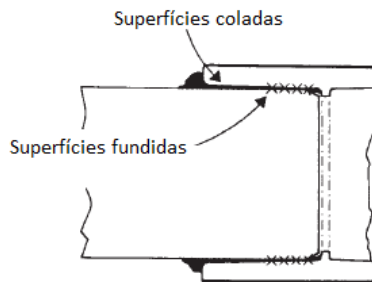

Figura 4 - Superfícies coladas e fundidas
- Conforme o solvente se dissipa, a camada de cola e as superfícies dissolvidas endurecem com um correspondente aumento na resistência da junção. A parte estreita da junção seca mais rapidamente do que a parte larga. As junções já feitas não devem sofrer perturbações até que tenham curado suficientemente para resistirem o manuseio (Figura 4).